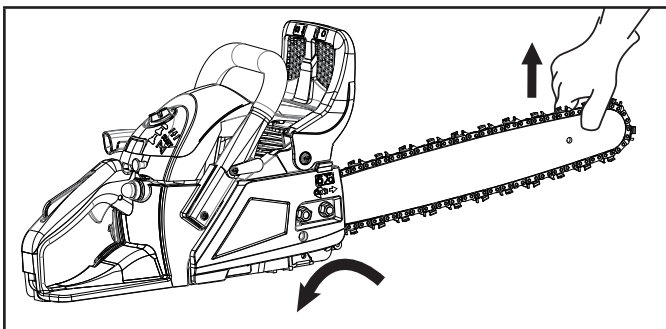

Figure 28
3. Portez des gants protecteurs pour tenez le couvercle de l'embrayage et agitez-le de gauche à droite pour la détacher (Fig. 28).